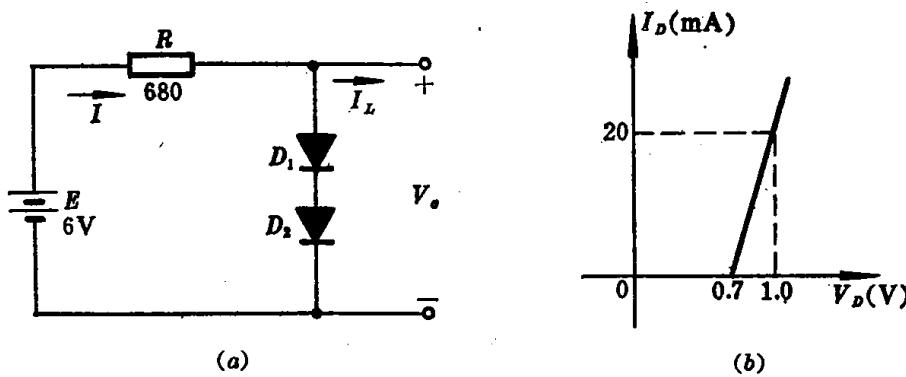

图 1.22
1.22 由两只二极管组成的低电压稳压电路及所用二极管的折线化特性曲线，如图 1.22(a) 和 (b) 所示。设所带负载极轻，即  $I_L \approx 0$ 。